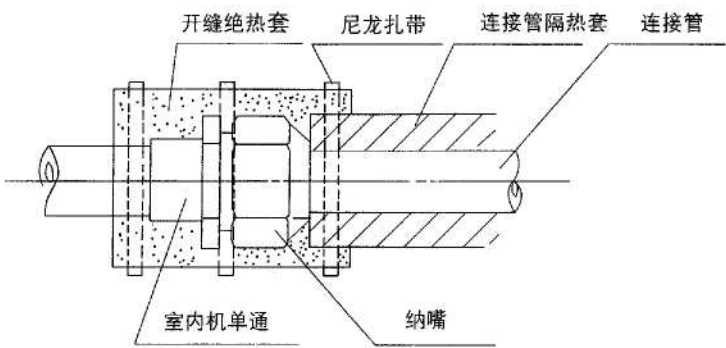

图8
- 4 管道安装后用绝热套（PE）包住所有扩口管连接部分，如图 8。